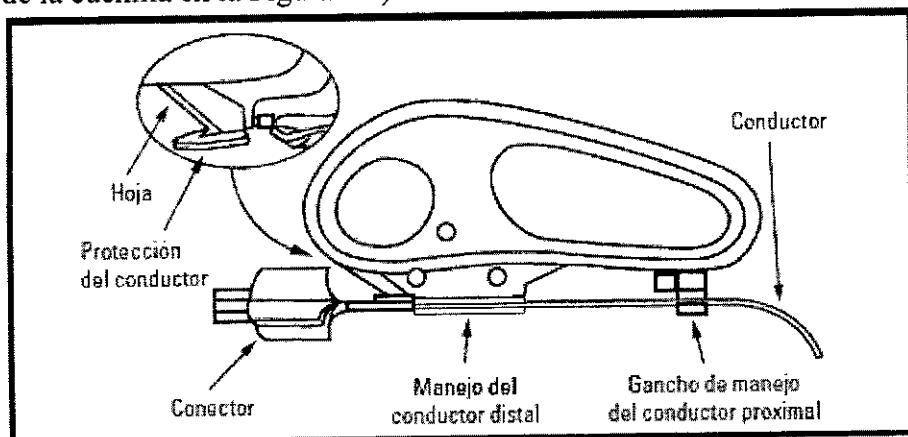

Figura 8.0
1. Acople la cuchilla al cuerpo del conductor proximal introduciéndolo a presión en la ranura de manejo del conductor distal. Acople el conductor al gancho de manejo del conductor proximal de la cuchilla al deslizar el conductor dentro del gancho. (Consulte el procedimiento de acoplamiento de la cuchilla en la Figura 8.0).